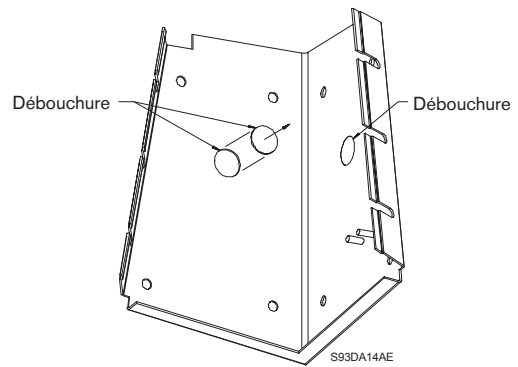

Figure 6 : débouchures
4. Définissez le cheminement des câbles à l'intérieur du boîtier. Si nécessaire, retirez la débouchure adéquate (PG21 - 25 mm). Voir figure 6.